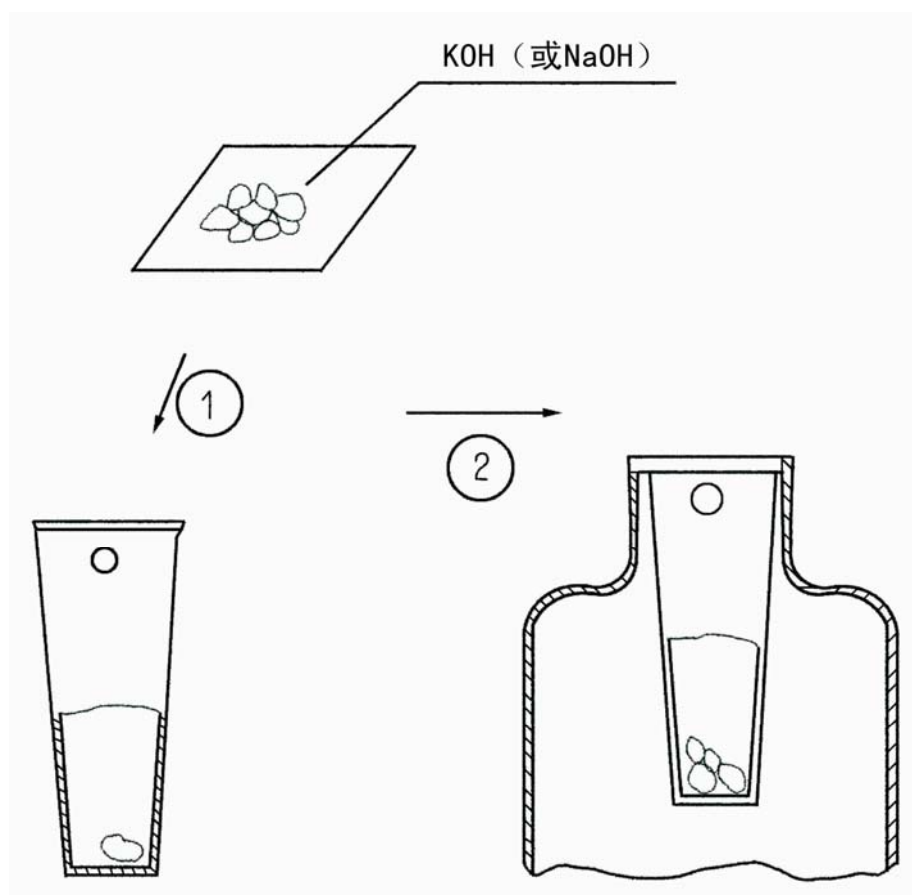

图4 密封杯中放入 CO2吸收剂 KOH 或 NaOH
4、样品液达到培养温度后，取 8 只清洗好的密封杯，每只放入 5~6 粒  $\text{CO}_2$  吸收剂氢氧化钠（或氢氧化钾），并将密封杯垂直放入培养瓶口，见图 4。